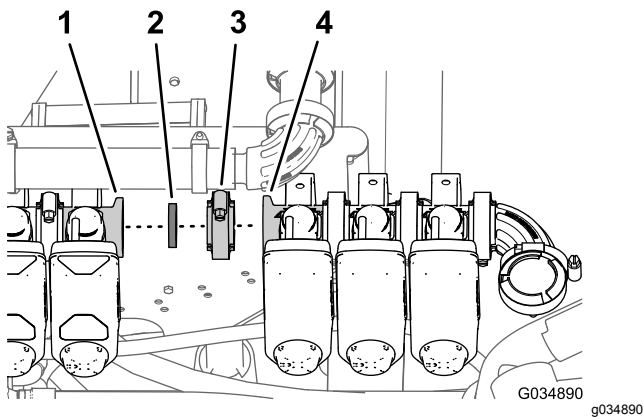

Figure 65
- Alignez le joint et la bride de la vanne de section gauche (identifiée comme vanne de buse 8) sur la bride de la vanne de buse 7 (Figure 65).
- Fixez légèrement le joint et la vanne de buse 8 à la vanne de buse 7 à l'aide d'un collier bride (Figure 65).